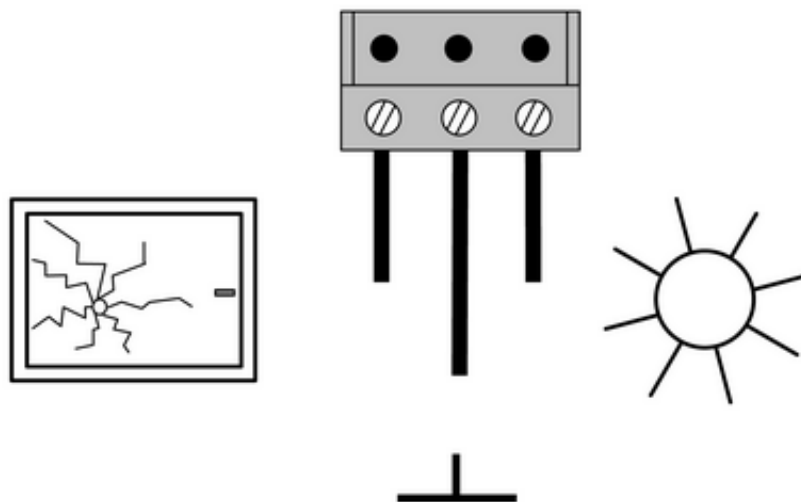

Bild 3: Anschluss an Klemmenblock
- Sensorik nach Anschlussbild (Bild 3) anschließen. Links und in der Mitte wird der Glasbruchsensor und rechts und in der Mitte der Sonnensensor angeschlossen. Bei den Sensoren ist die "Masse" gekennzeichnet. Beim Adapter und bei der Verlängerungsleitung ist die "Sonne" gekennzeichnet. Die "Masse" ist die mittlere Leitung.